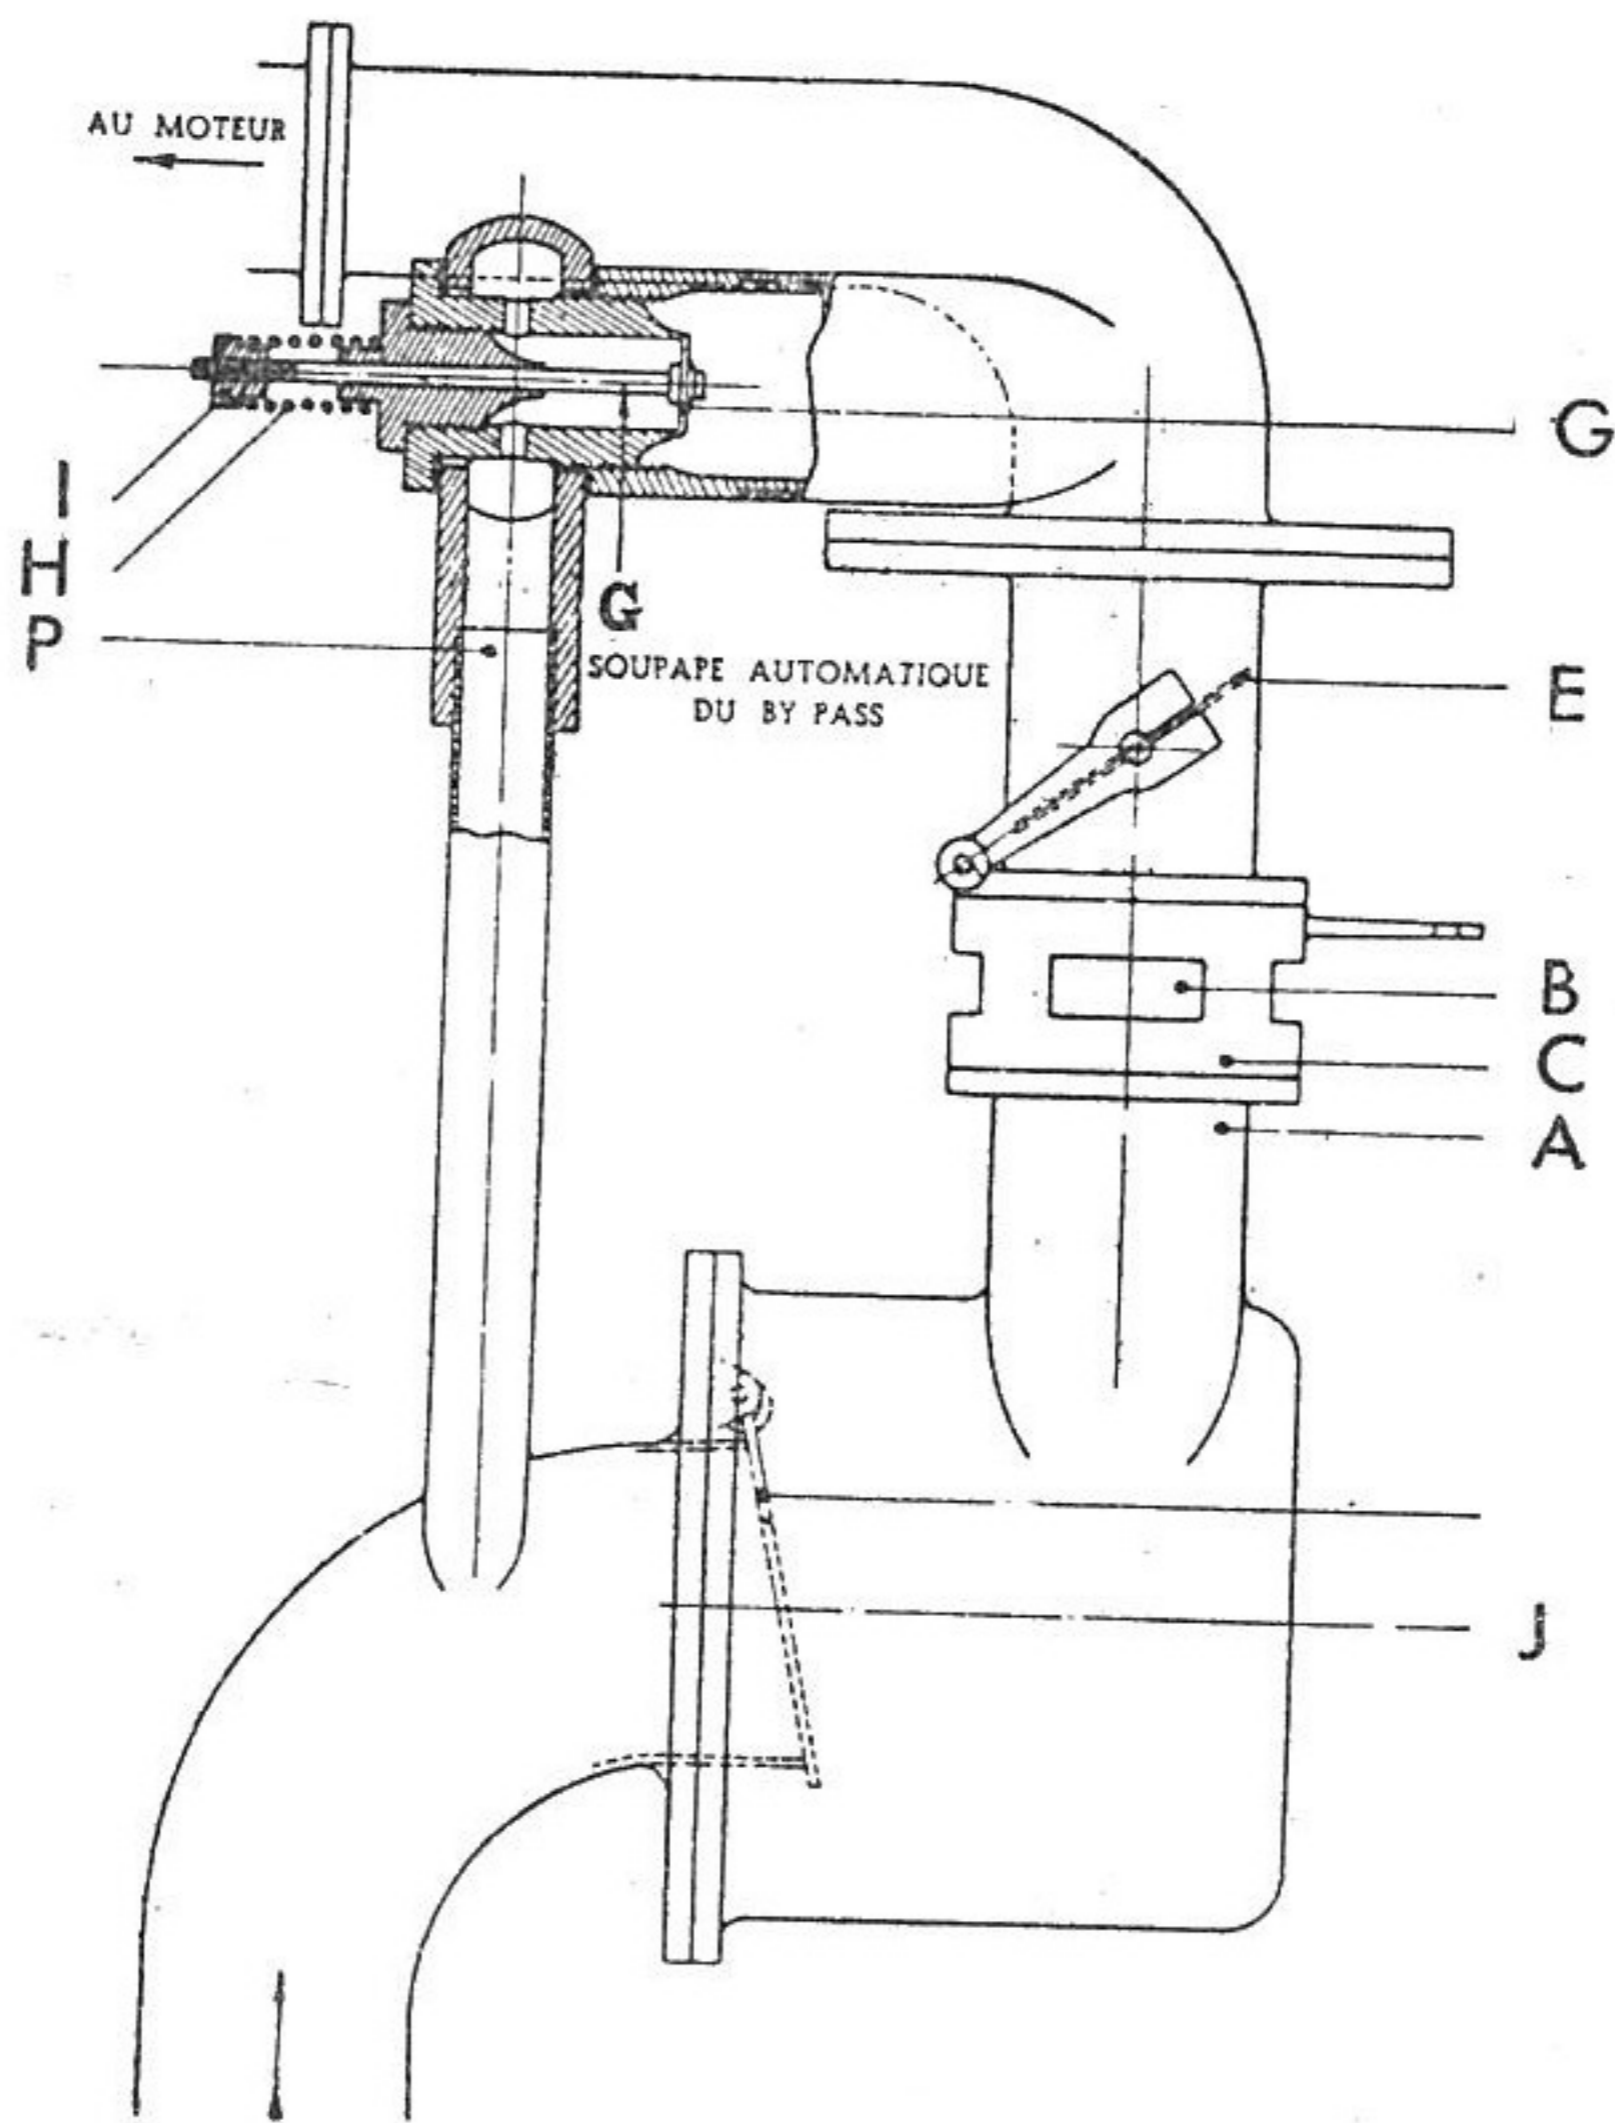

FIG. 20. — Mélangeur Renault à « by pass ».
73. MÉLANGEUR RENAULT AVEC BY-PASS. — Avec ce mélangeur la précaution indiquée ci-dessus pour les longues descentes est inutile ; sur la figure 20, A désigne le corps du mélangeur, B l'entrée d'air réglable par la ceinture C, et E le papillon soumis à l'accélérateur. Dans une descente, ce papillon est fermé complètement et l'aspiration du moteur se fait sentir sur le clapet G qui, dès lors, s'ouvre et la dépression se fait sentir au générateur par le by-pass (ou passe à côté) F ; au moment de la reprise, le clapet G est rappelé par le ressort H réglable par l'écrou I. Le clapet J s'oppose à l'entrée d'air dans la dérivation.